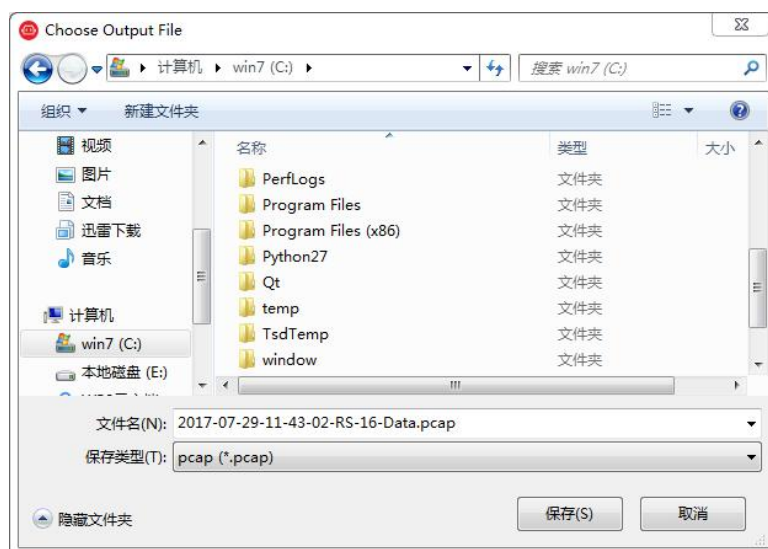

图 B-5 RSView 保存对话框
2. 在弹出的 **Choose Output File** 对话框中，选择需要保存的路径和保存的文件名后，点击“保存（S）”按钮(图 B-5)。RSView 将开始将数据包文件写入目标 pcap 文件中。（注意：RS-LiDAR- M1（B2 样件）将会产生大量的数据，随着记录时间变长，目标 pcap 文件将会变大。因此最好将记录文件保存到 HDD 或者 SSD 中，而不是保存到较慢的 USB 设备或者用网络保存）。